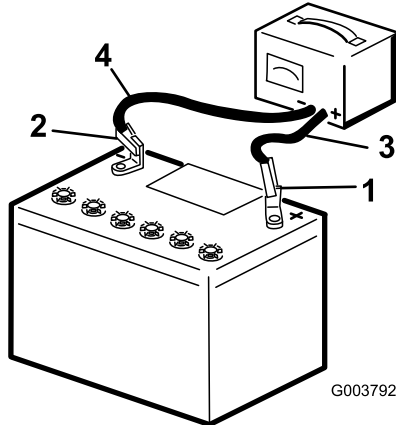

Figura 60
2. Conecte el cable positivo del cargador de la batería al borne positivo de la batería (Figura 60).
3. Conecte el cable negativo del cargador de la batería al borne negativo de la batería (Figura 60).
5. Cuando la batería esté completamente cargada, desconecte el cargador de la fuente eléctrica, luego desconecte los cables del cargador de los bornes de la batería (Figura 60).